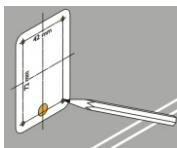

Fig. 2
- 1 - Individuare la posizione dei fori utilizzando la dima di foratura fornita nella confezione (Fig. 2);